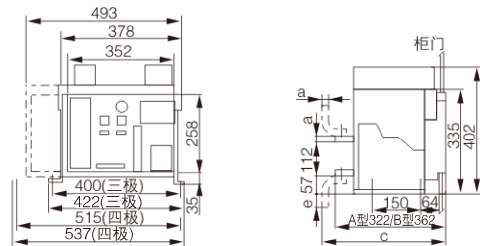

图16b
• CFW1-3200固定式断路器安装尺寸，外形尺寸图(见图16b)